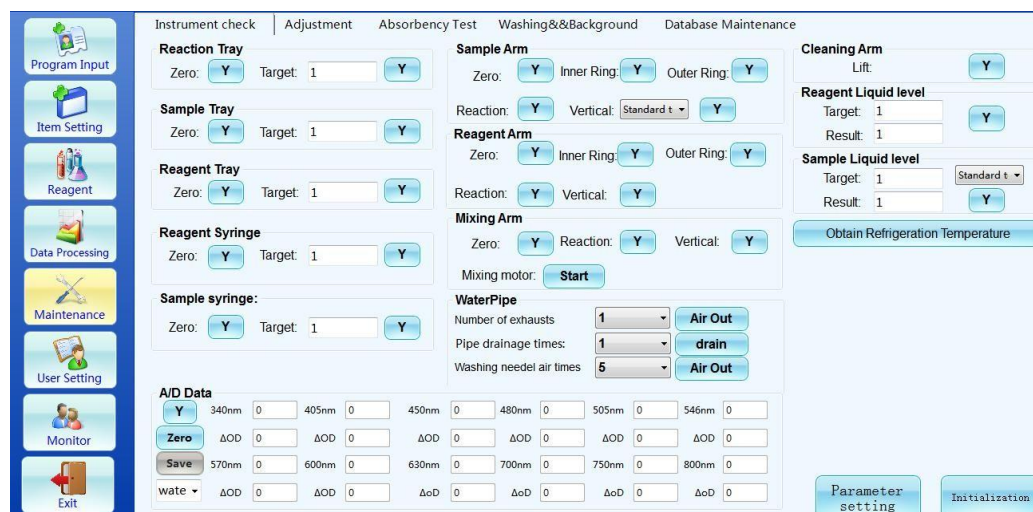

Figura 7-4 Verificação de instrumento
**Passo 2:** Clique em [Manutenção] na barra de menu do software, insira [Verificação de instrumento] na área de trabalho, como mostrado na figura 7-4, clique em “braço de reagente/braço de amostra/braço misturador→posição zero” e ajuste a posição de cada sonda, para que fique no centro da tina designada.